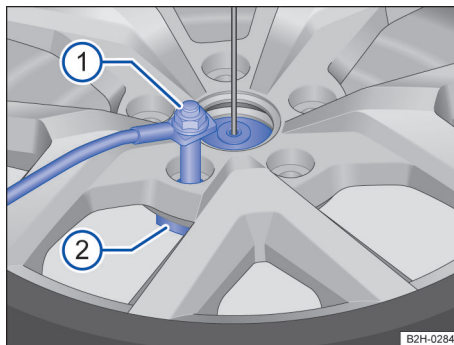

Fig. 206 Rueda de repuesto o de emergencia: soltar el tornillo de seguridad.
- ① Tornillo de seguridad
- ② Soporte para llantas
3. Con la llave de rueda, desenrosque el tornillo de seguridad del soporte para llantas en el sentido contrario al de las agujas del reloj → fig. 206 ①.